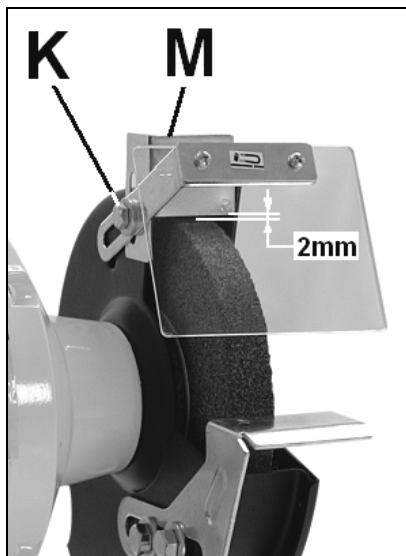

Fig 3
Befestigen Sie das Sichtglas und den Funkenschutz (M, Fig 3) mit einer Sechskante-Schraube (K) und Scheibe am Scheibengehäuse.